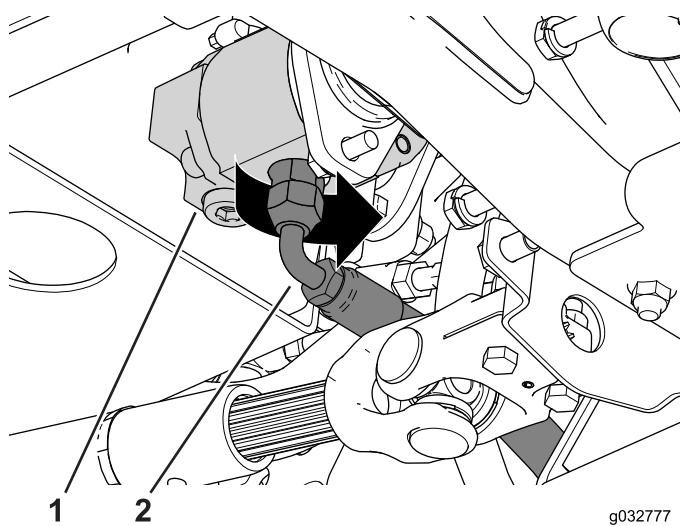

Figure 122
3. Alignez les trous de boulon afin de pouvoir installer et serrer légèrement les boulons et les entretoises sur le côté droit de la machine (Figure 122).
- Desserrez le raccord du flexible d'alimentation qui est branché à la pompe à engrenages et tournez-le flexible vers le côté droit de la machine (Figure 122).